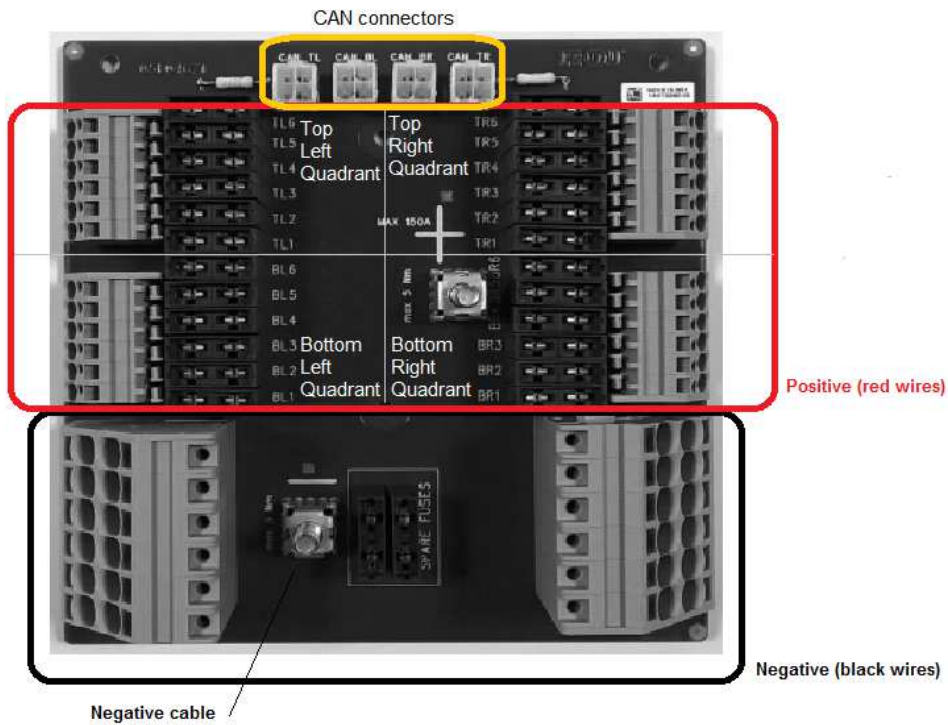
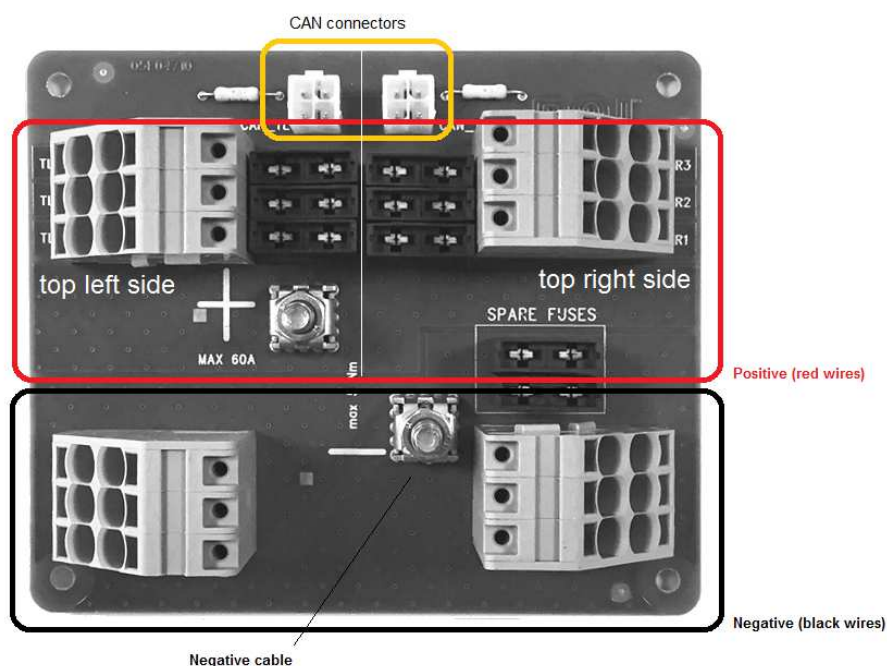

Figure 15 - Branchements SDB 12+12
Figure 16 - Branchements SDB 3+3
La Figure 15 et la Figure 16 montrent l'organisation des connexions sur les deux versions de cartes contenues à l'intérieur des SDBs, à voir SDB 12+12 (56C00646) et SDB 3+3 (56C00651).
- + Le connecteur CAN (Molex Mini-Fit jr 4 broches de couleur blanche) doit être branché à l'interface de connexion CAN correspondante au quadrant. (Rectangle jaune dans la Figure 15 et Figure 16).
- + Les prises CAN sur SDB (rectangle jaune dans la Figure 15 et Figure 16) non utilisées doivent être fermées avec la couverture 05R01385.